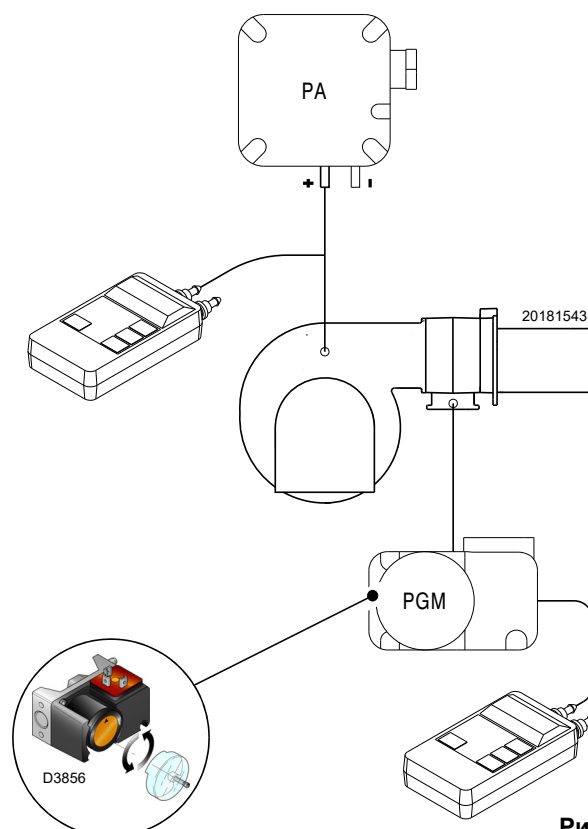

Рис. 29
- Установите реле максимального давления газа (Рис. 29 на стр. 32) на конец шкалы.
Настройка реле максимального давления газа (Рис. 29) выполняется после всех остальных регулировок горелки, устанавливая реле максимального давления газа на конец шкалы.